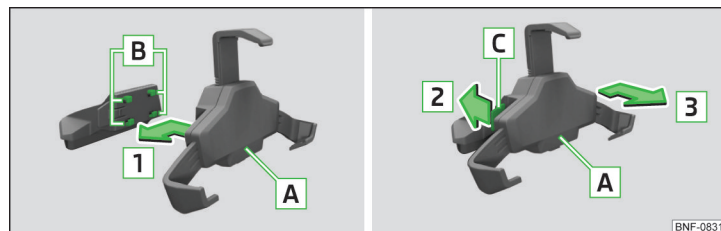

Fig. 75 Inserir o suporte no adaptador / remover o suporte do adaptador
► Para fixar o suporte no adaptador, insira o suporte **A** na entrada **B** no sentido da seta **1** até ouvir um clique » Fig. 75.